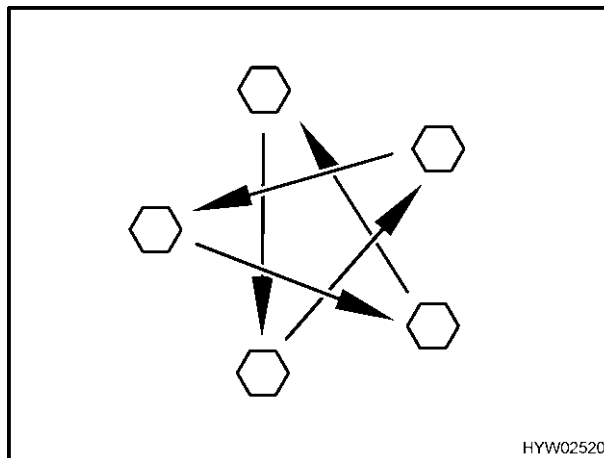

Fig. 194 Serrer en croix les écrous ou les boulons de roue
- Vérifier régulièrement le serrage des écrous ou des boulons de roues. Resserrer alternativement et en croix (Fig. 194) tous les écrous ou les boulons de roue 50 km après le changement d'une roue.
- ▷ Serrer en croix les écrous ou les boulons de roue (Fig. 194). Couple de serrage voir au paragraphe Couple de serrage.